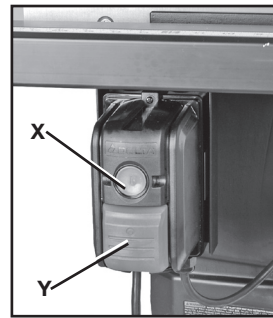

FIG. 19
1. El **INTERRUPTOR** de energía (X), Fig. 19, está ubicado debajo de la base de extensión izquierda frontal. Para encender ("ON") la sierra, presione el botón redondo (X), Fig. 19.
2. Para apagarla ("OFF"), presione el botón (Y), Fig. 19.